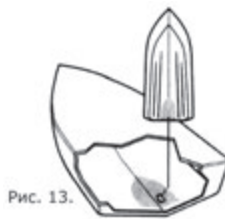

Рис. 13.
- Как правило, чем быстрее способна двигаться лодка, тем ближе к центральной линии надо приклеивать датчик, чтобы даже на высокой скорости это место лодки было в соприкосновении с водой (рис. 13).